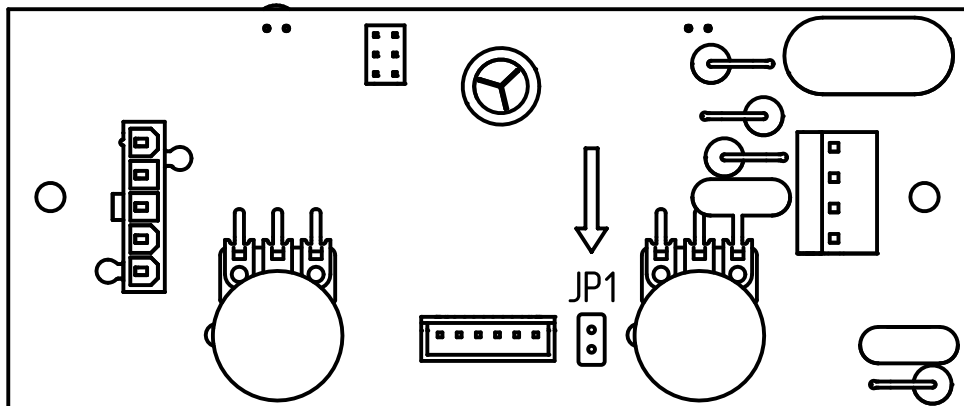

Рис.3 Плата ПУ ЭВТ И1
- Замкнуть выводы перемычки JP1 (Рис.3) на плате управления и включить электропитание.